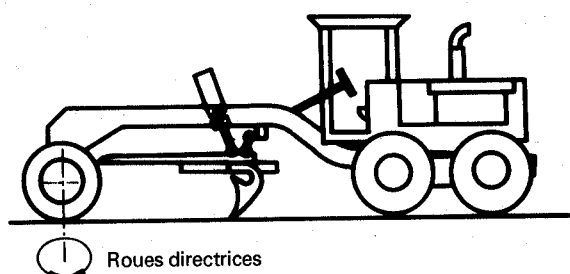

Figure 7 — Niveleuse à direction agissant sur les roues avant
5.1.4.1 Direction agissant sur les roues avant (voir figure 7)